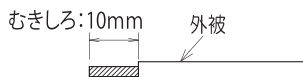

図3
- 接続に使用する線のむきしろは10mmで芯線が差し込み穴からはみ出ないようにしてください。（図3参照）